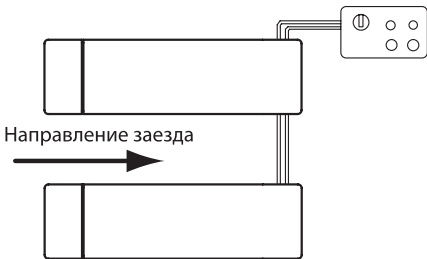

Рисунок 8. Направление заезда.
9. Установите транспортное средство на подъёмник, заезд осуществляется с определённой стороны (рис. 8). Крепление осуществляется за специальные места, с помощью резиновых подушек. Следите, чтобы центр ТС был смещён не более чем на 2/3 своей длины от геометрического центра платформ. Следите за смещением центра тяжести авто – возможно, потребуется разгрузить автомобиль перед подъёмом.